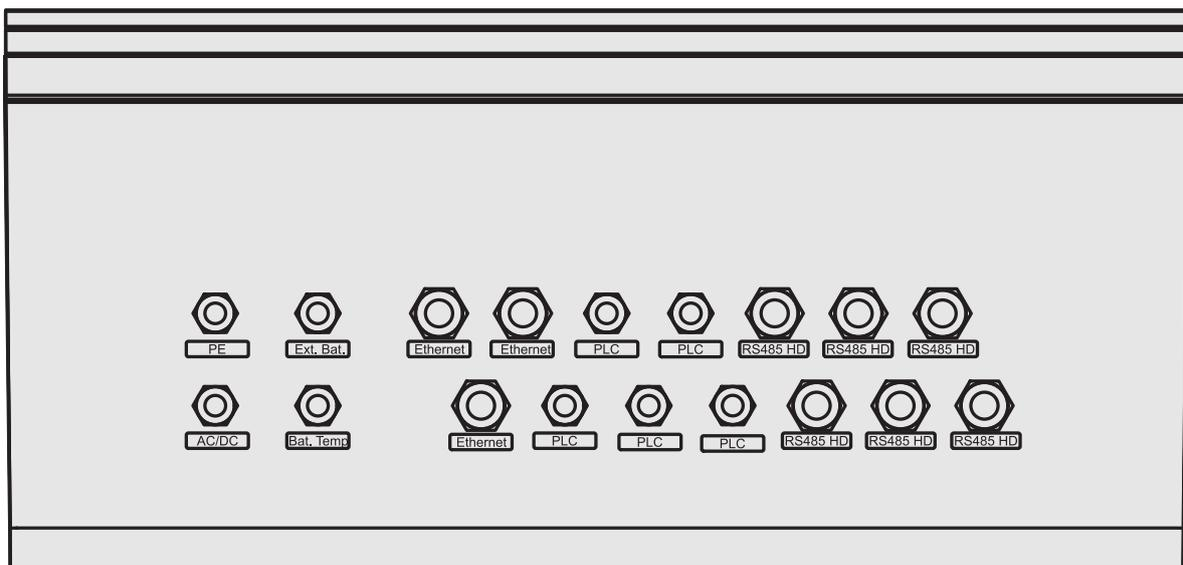

Fig 9 Conectores en la parte inferior
1. Pase el(los) cable(s) Ethernet a través de los prensaestopas señalizados como ETHERNET (Fig. 9 en la pág. 12) hacia el interior del armario.
1. Pase los cables a través de los prensaestopas correspondientes (Fig. 9 en la pág. 12) y adóntrelos en el armario.
1. Introduzca los cables a través de los prensaestopas correspondientes (fig. 9 en la pág. 12) y páselas al interior del armario.
1. Pase los cables a través de los prensaestopas correspondientes (fig. 9 en la pág. 12) y condúzcalos hacia el interior del armario.
1. Pase los cables a través de los prensaestopas correspondientes (Fig. 9 en la pág. 12) y condúzcalos al interior del armario.
1. Pase los cables a través de los prensaestopas correspondientes (fig. 9 en la pág. 12) y condúzcalos al interior del armario.